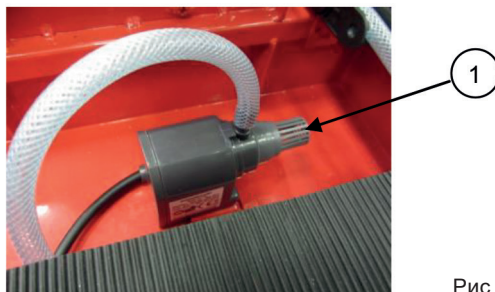

Рис. 12
1. Заполните поддон водой так, чтобы насос (1) (рис.12) был полностью погружен в воду.